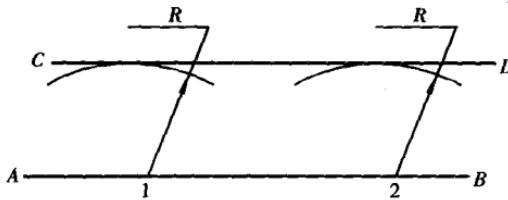

图 2.13 已知距离作直线的平行线
(1) 已知直线 AB 和距离 R 作平行线,如图 2.13 所示。